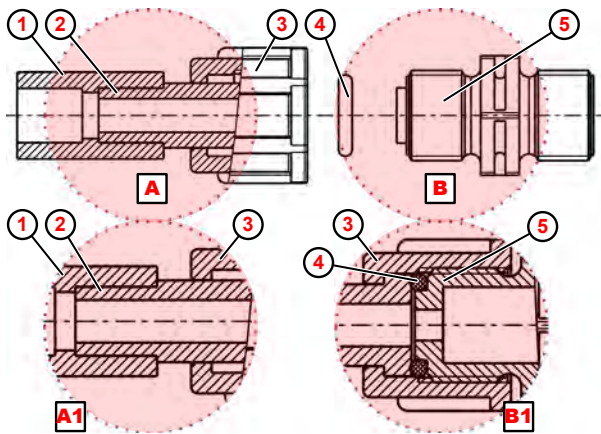

Afb. 19: Buis- en slangaansluiting met opsteeknippel en slangklem
1. Slang (Afb. 19 , ①) recht afsnijden.
2. Slangklem ⑥ over slang ① schuiven
3. Wartelmoer ② over slang ① schuiven.
4. Slang ① tot aan de aanslagboord op opsteeknippel ③ schuiven (detail Ⓐ1).
5. O-ring ④ in groef van zuig-, resp. drukklep ⑤ plaatsen.
6. Wartelmoer ② aandraaien.
7. Slangklem ⑥ naar onderen schuiven en vasttrekken (detail Ⓑ1).